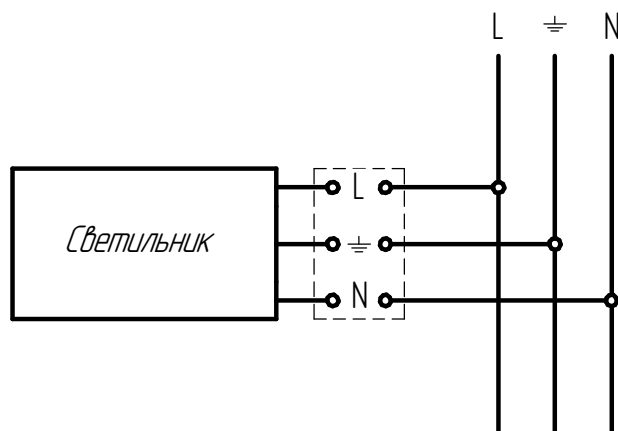

Рисунок 3 - Схема подключения светильника к сети
5.6 Протяните сетевой провод через отверстие в корпусе светильника и подключите к клеммной колодке в соответствии со схемой (см.рис. 3).